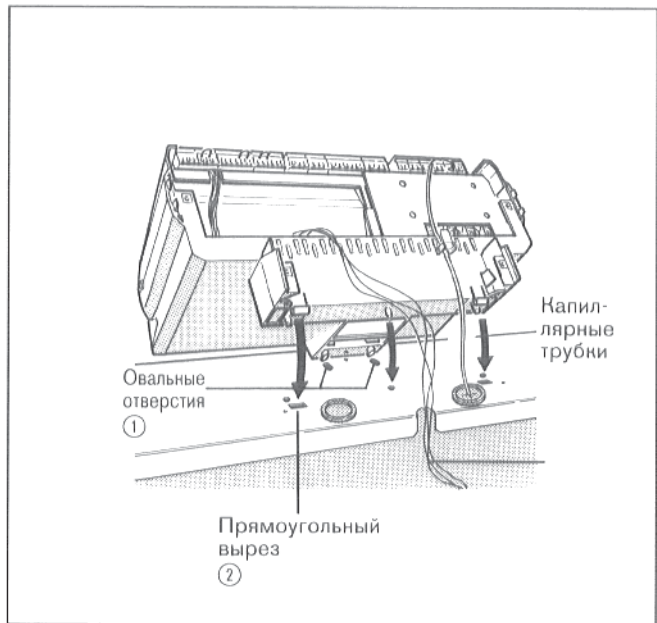

Рис. 23
- Насадить регулятор на передний кожух так, чтобы вставные крючки на нижней стороне регулятора вошли спереди в овальные отверстия ① (рис. 23).
- Вложить капиллярные трубки в вырез переднего кожуха (рис. 23).
- Продеть провод горелки и, при "Ecomatic-регулировании", провод датчика через резиновый ввод (рис. 23).
- Толкать регулятор в направлении вперед, при этом, давить регулятор до тех пор вниз, пока эластичные крючки не войдут в задние прямоугольные вырезы ② (рис. 23).